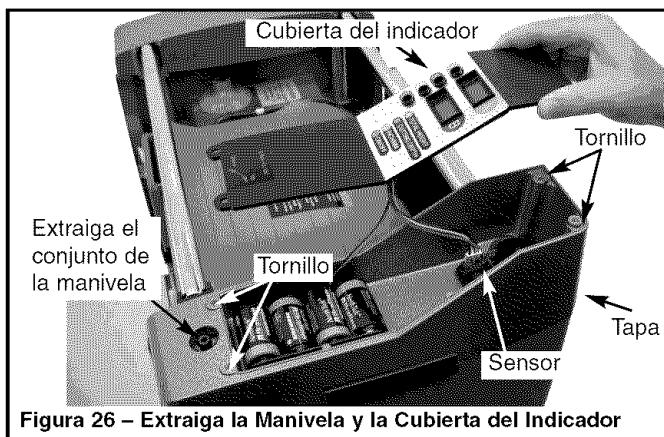

Figura 26 – Extraiga la Manivela y la Cubierta del Indicador
- Extraiga los cuatro (4) tornillos de la cubierta del indicador.
- Afloje el perno y retire el sensor de su abrazadera. Vuelva a colocar la cubierta del indicador en la parte superior de la tapa. Vea la Figura 26.